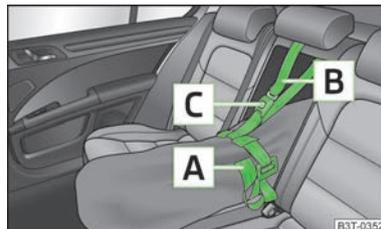

Fig. 101
- Fissare il nastro di trazione **A** all'estremità libera, per fissare gli sci prima degli attacchi » fig. 101.